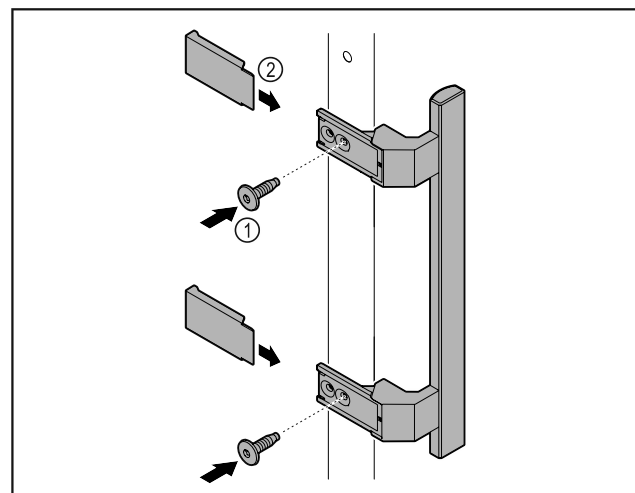

Fig. 9
- ▶ Rokturi no atsevišķā piederumu iepakojuma ar klāt pievienoto skrūvju Fig. 9 (1) palīdzību piestipriniet pie durvīm.
- ▶ Uzlieciet pārsegu Fig. 9 (2).